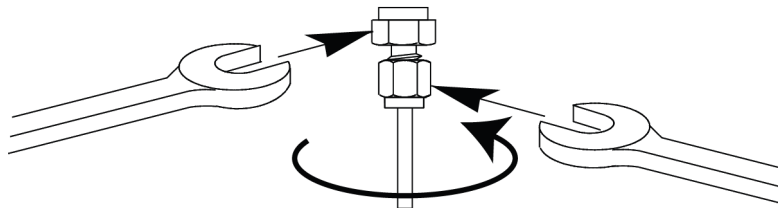

Abbildung 19. Endgültiges Anziehen
7. Verwenden Sie für 1/8-Zoll-Swagelok-Fittings zwei Gabelschlüssel, um das Fitting mit einer 3/4-Drehung anzuziehen. Siehe **Abbildung 19**.